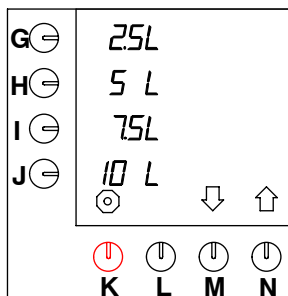

Fig. 33 Tasti standard di preselezione
L'unità di misura standard della macchina è il litro (l). Questa unità può essere modificata (la visualizzazione di questa unità viene impostata come standard con i tasti di preferenza, vedere fig. 33).
- Premere il tasto di selezione (N.) \uparrow fino a che sullo schermo viene visualizzato quanto illustrato nella fig. 33 .